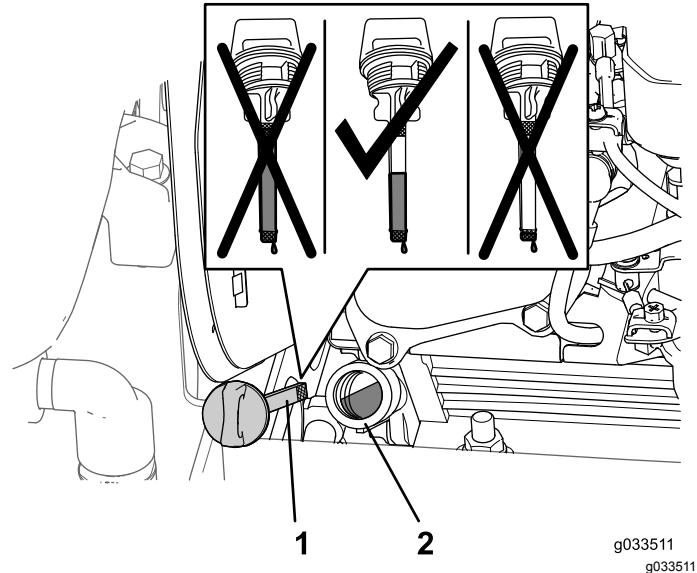

Figure 62
1. Sortez la jauge du goulot de remplissage sur le moteur et essuyez-la sur un chiffon propre (Figure 62).
2. Versez lentement 1,1 L (1,2 pte américaine) d'huile spécifiée dans le carter moteur par le goulot de remplissage (Figure 62).
4. Sortez la jauge du goulot de remplissage et vérifiez le niveau indiqué (Figure 62).
**Remarque:** Le niveau d'huile moteur doit se situer entre les zones hachurées sur la jauge (Figure 62).
6. Serrez la jauge à la main dans le goulot de remplissage (Figure 62).